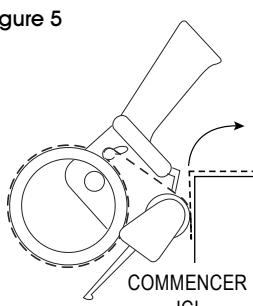

Figure 6
3. Start tape web $2\frac{1}{2}$ " to 3" (63.5 mm to 76.2 mm) past the end of the box. (See Figure 6)
4. Bring dispenser tape wiper down against corner of box, push down and twist slightly to cut and wipe tape end to back side of box. (See Figure 6)
3. Appliquez le ruban à une longueur de 63,5 mm à 76,2 mm (2 1/2 po à 3 po) après l'extrémité de la boîte. (Voir Figure 6)
4. Appuyez la lame de balayage du dévidoir contre le coin de la boîte, poussez vers le bas et tournez légèrement pour couper, puis laissez l'extrémité du ruban sur la boîte. (Voir Figure 6)